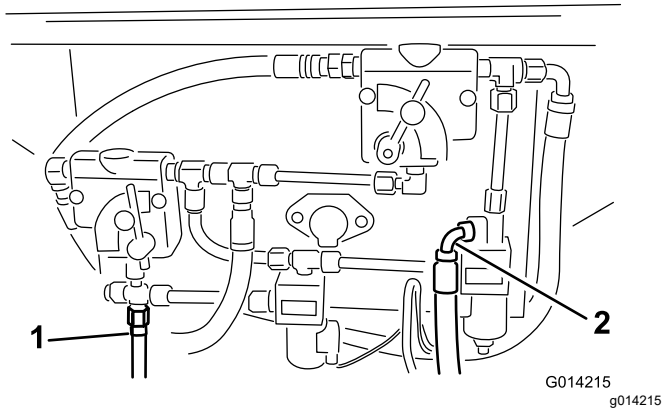
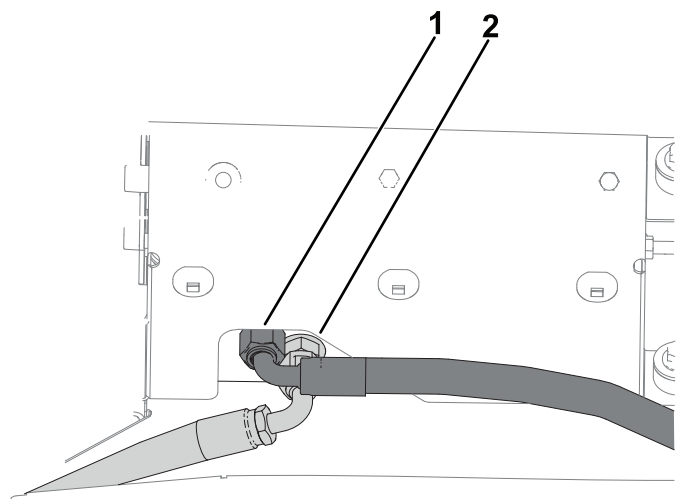
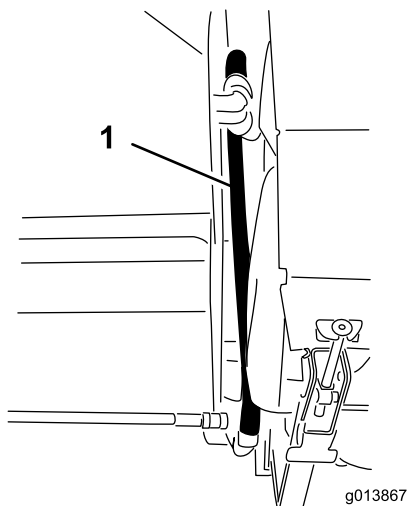
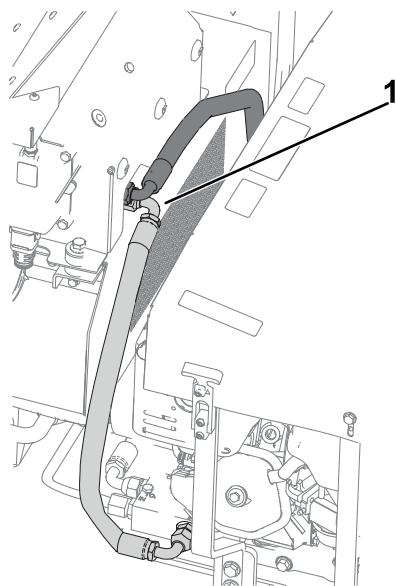

図 14
図 15
図 16
図 17
11. ベースモデルの高圧側および戻り側の油圧接続を確認する。SHバージョンについては図 14 を参照、EHバージョンについては図 15 を参照。
12. 加圧ホースとリターンホースが図 14と図 15 に示す位置に以前に取り付けられている場合は、それらを取り外す。
13. 油圧ホースを油圧コントロールパネルに接続する。SH バージョンについては 図 14 と 図 16 を参照、EH バージョンについては 図 15 と 図 17 を参照。